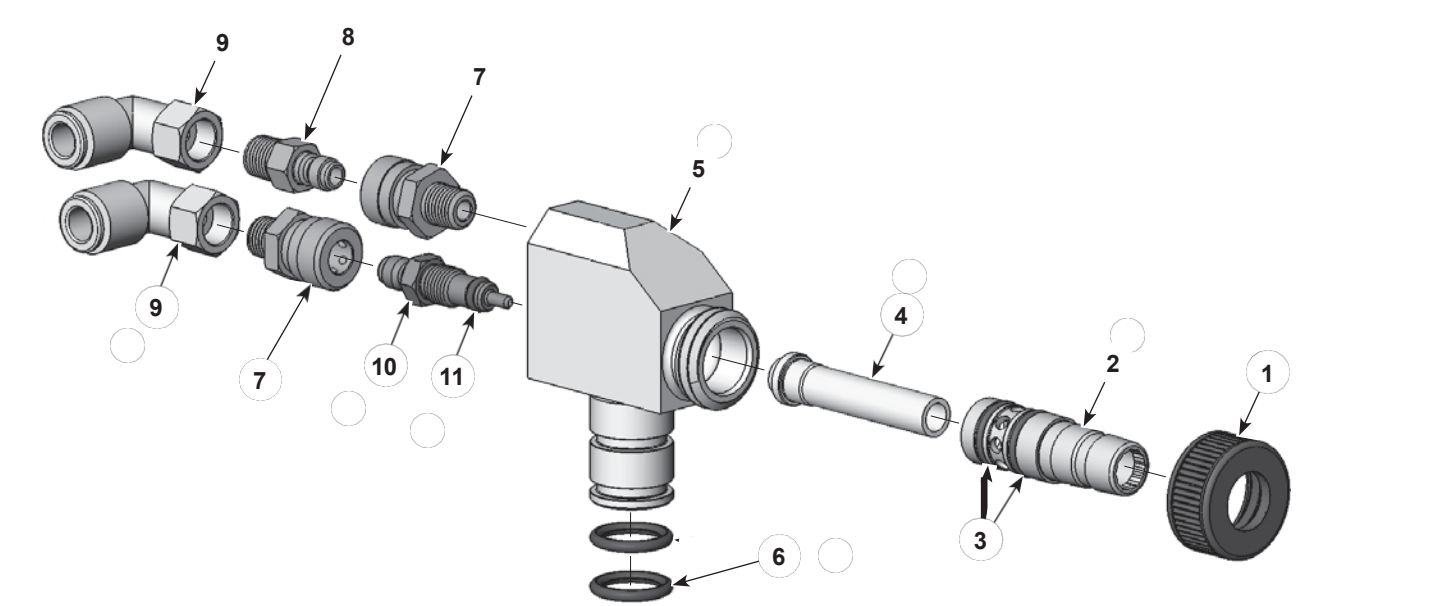

Figura 4 Corona Părți ale pompei
2. A se vedea figura 4. Demontați pompa și îndepărtați inelele O și cuplajele de aer. Suflați piesele pompei.
A se vedea figura 4.